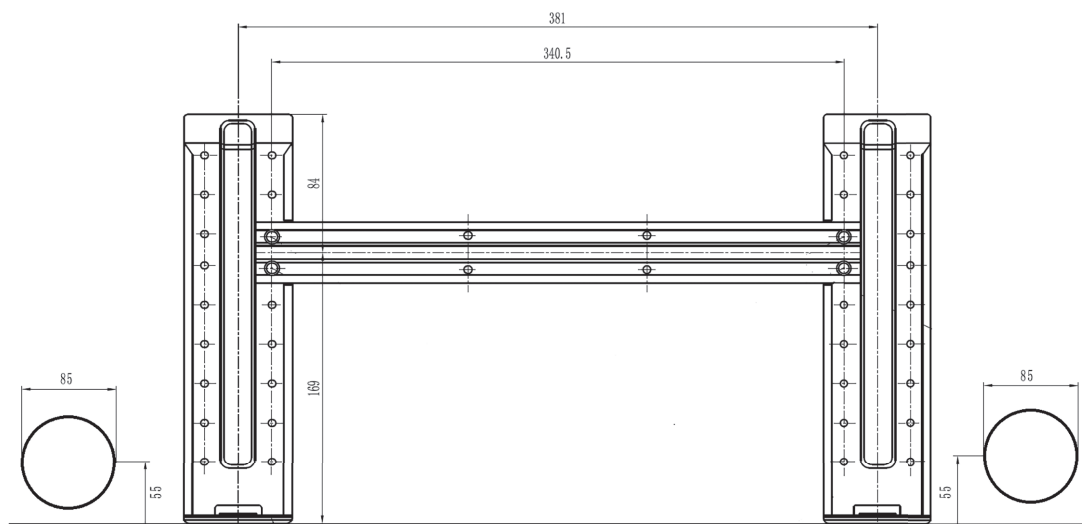

Rysunek 8
- Umieścić płytę montażową ① poziomo i na odpowiednio solidnej ścianie, zostawiając wolną przestrzeń dookoła płyt montażowej. Patrz rysunek 8.
- Jeśli ściana jest zbudowana z cegły, betonu lub podobnego materiału, należy wywiercić w niej osiem otworów o średnicy 5 mm. Włożyć kołki ② na odpowiednie śruby montażowe ③ do ściany.
- Zamocować płytę montażową ① na ścianie za pomocą ośmiu śrub typu „A” ③.